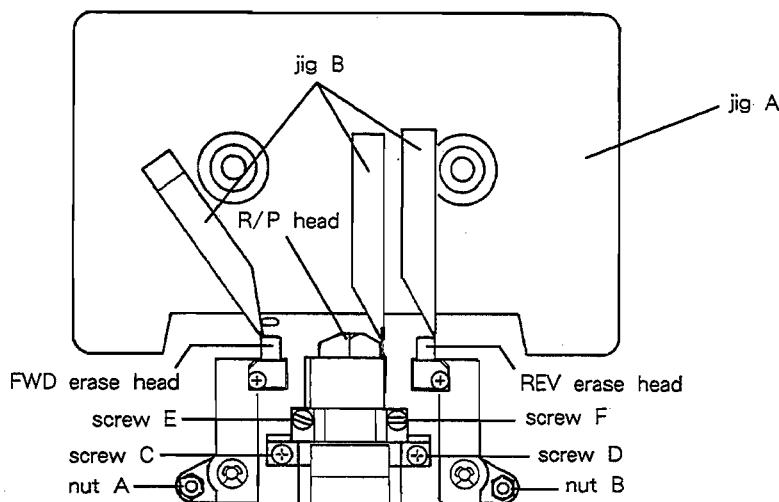

Fig. 2-6
- 1). Set jig A as shown in Fig. 2-6, then set the deck to FWD/PLAY mode.
If it doesn't, adjust Allen nut A shown in Fig. 2-6.
- If the head is both high (or low) in FWD and REV modes, replace the spacer under screws C and D (Fig. 2-6) with a thin (or thick) one. (Add or remove the same number of spacers with the same thickness for both screws C and D.)
- 1). 図2-6のように治具Aをセットし、FWD/PLAYモードにする。
そうでない場合は、図2-6の六角ナットAを調整する。
ネジC, D(図2-6)の下のスペーサーを板厚の薄い(厚い)ものに換える。(C, D同じ厚さのスペーサーを同枚数増減すること)
- 7). Play back the 10 kHz signal on test tape MTT-256 in FWD/PLAY mode, then adjust FWD azimuth adjustment screw E (Fig. 2-6) so that the phase difference between the L and R channels is 0°.
- 7). FWD/PLAYモードでテスト・テープ MTT-256 の 10kHz を再生して、Lch と Rch の位相差が 0° になるように FWD 用アジャス調整ネジ E (図2-6) を調整する。